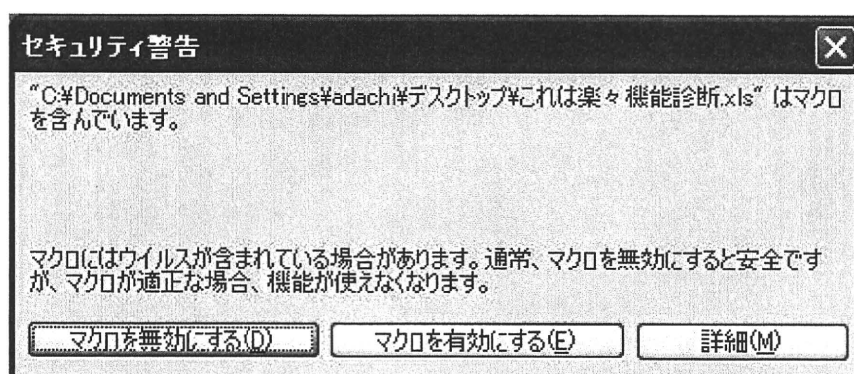

図 2 マクロを有効にする
- (1) CD-ROM から「これは楽々、機能診断.xls」をパソコンのハードディスクにコピーします。
- (2) 「これは楽々、機能診断.xls」を開くと図 2が表示されるので、「マクロを有効にする」を指定します。「マクロを無効にする」を指定してファイルを開くとプログラムは作動しないので、この場合はファイルを閉じて、再度開きます。